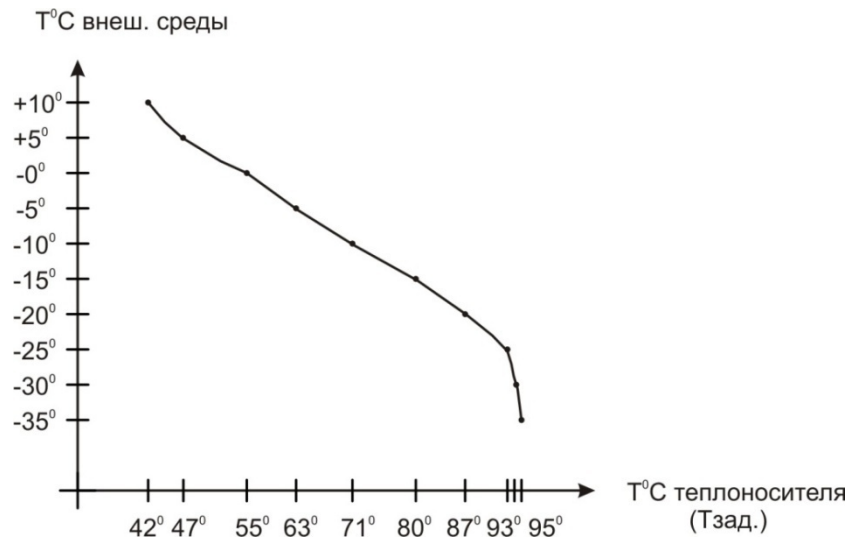

Рис. 2. Температурный график
- автоматическое задание температуры в зависимости от температуры наружного воздуха (надписи "Граф+N", "Граф-N"). При выборе режима «ГРАФИК ТЕМПЕРАТУР N» температура теплоносителя задается в зависимости от температуры наружного воздуха по графику (рис. 2), находящемуся в энергонезависимой памяти комплекта. N - смещение заданной температуры теплоносителя во всём диапазоне графика, может изменяться в обе стороны кнопками «+» или «-» в диапазоне $\pm (0 \div 9) ^\circ\text{C}$. Температура ГВС при этом постоянна и определяется значением параметра Тзгв, которую можно менять при помощи кнопок «+» или «-» .;